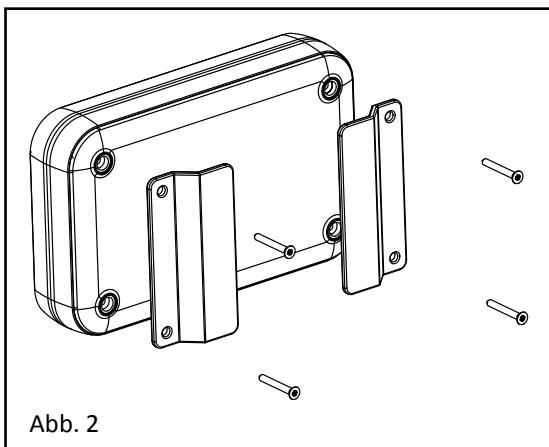

Abb. 2
- Lösen Sie die 4 Schrauben auf der Rückseite des Senders mit einem Kreuzschlitzschraubendreher (Abb. 2).